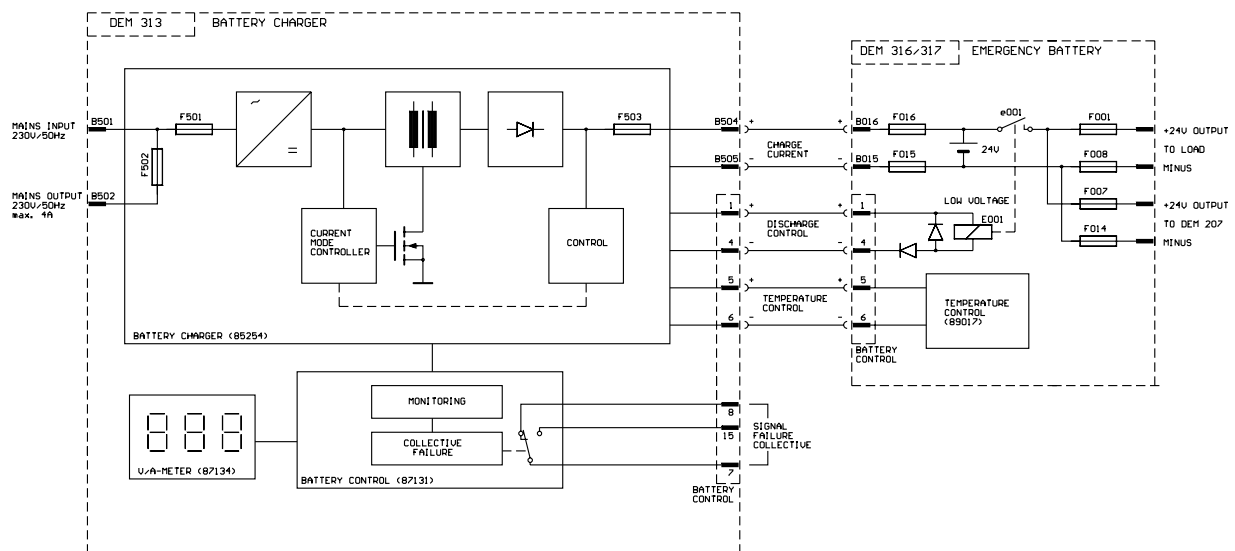

Bild 1 Anschluss der Batterie an das Ladegerät DEM 313
Die Batterie-Module sind mit einer Tiefentlade-Schutzschaltung versehen, die von der Überwachungsschaltung im Ladegerät DEM 313 gesteuert wird. Bei Entladung der Batterien kontrolliert die Überwachungsschaltung des Ladegerätes, ob die Entladeschlussspannung der Batterie erreicht ist. Unterschreitet die Batteriespannung - an den Batteriepolen gemessen - den Wert von 19.5 V, werden die Verbraucher von der Batterie getrennt und die Batterie sicher vor Tiefentladung geschützt. Für den Anschluß siehe Bild 1.
Der Anschluß des Sensors für die Temperaturnachführung der Batteriespannung erfolgt an der 15-poligen Stiftkontaktleiste BATTERY CONTROL (1) über Kontakt 5 (+temp) und Kontakt 6 (-temp) und ist mit dem Ladegerät DEM 313 zu verbinden (siehe Bild 1). Bei falschem Anschluß ist die Temperaturnachführung unwirksam und die Batterie wird normal geladen (siehe auch Bedienungsanleitung Ladegerät DEM 313). Bei dem Batterie-Modul DEM 317 befindet sich der Temperatursensor in dem Modul DEM 317 A.
Für die Batterieladung erfolgt der Anschluß des Ladegerätes an die Batterie über die Flachstecker CHARGE CURRENT (3) (siehe Bild 1). Der Pluspol des Ladegerätes ist mit dem Pluspol der Batterie und der Minuspol des Ladegerätes ist mit dem Minuspol der Batterie zu verbinden (siehe auch Bedienungsanleitung Ladegerät DEM 313).
Die Länge der Anschlußleitung vom Sensor bis zum Ladegerät DEM 313 ist begrenzt und darf 80 cm nicht überschreiten. Für den Anschluß des Temperatur-Sensors an das Ladegerät und die Aktivierung der Regelschaltung im Ladegerät (siehe Bild 1 und Bedienungsanleitung Ladegerät DEM 313).